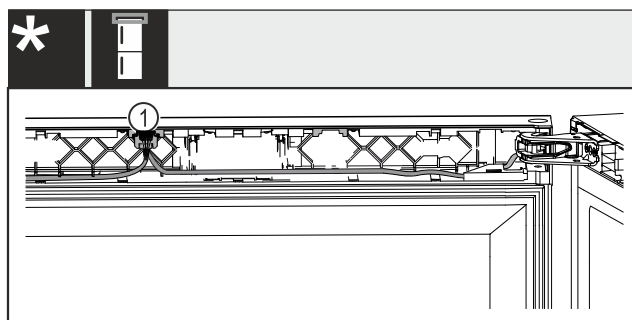

Fig. 62 Kombinacije za vino in zamrzovanje*
- ▶ Zaskočite vtič Fig. 62 (1) v vodilo.*